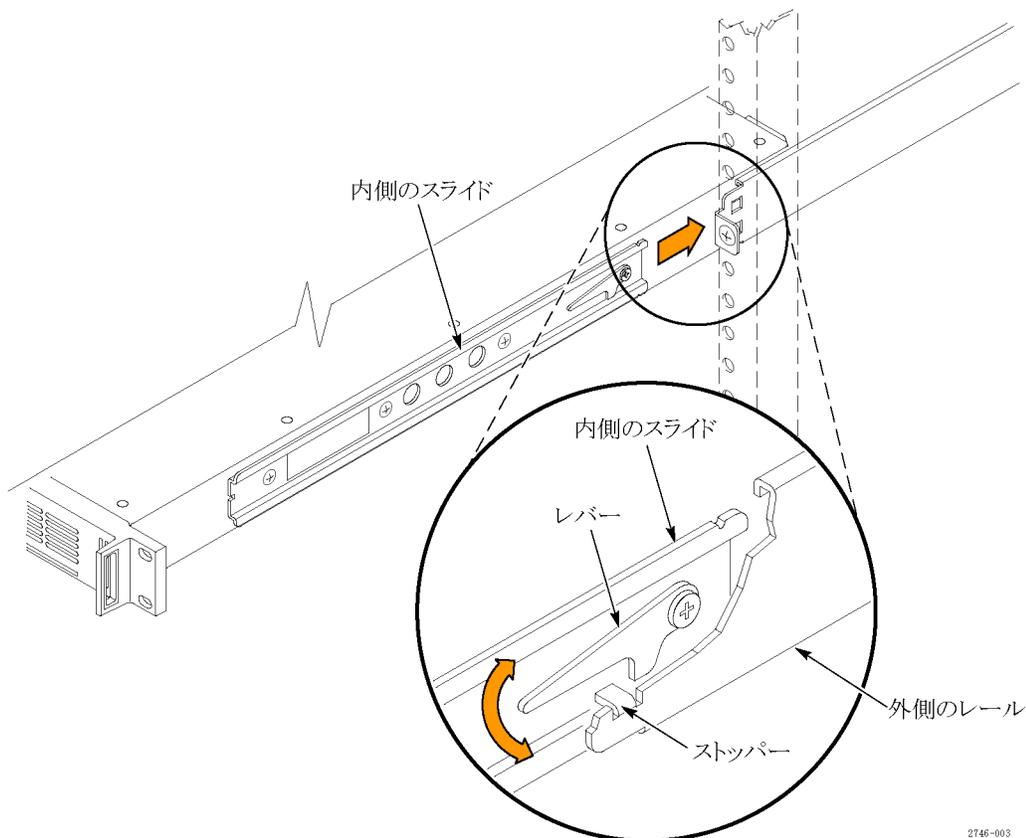

図 6: ラックへの機器の取り付けと取り外し
1. 両側のレバーの長い方のハンドル部分を上に持ち上げながら、機器の左右のスライドをラックのレールの端に差し込みます。(図 6 参照)。
3. レバーがストッパーを通過できるように、両側のレバー・ハンドルを同時に持ち上げます。(図 6 参照)。